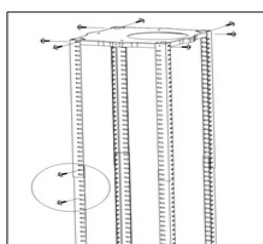

Fig.10
- Fixar as cantoneiras na placa de fixação, utilizando os parafusos, arruelas e porcas do kit de fixação (acompanha o produto), cada cantoneira deverá ser fixada com dois parafusos, arruela e porca. Ajustar a altura da coifa conforme a necessidade, utilizando as cantoneiras sobrepostas, cada uma com 4 parafusos, arruela e porca. A sobreposição das cantoneiras não poderá ser inferior a 100 mm (Fig.10);